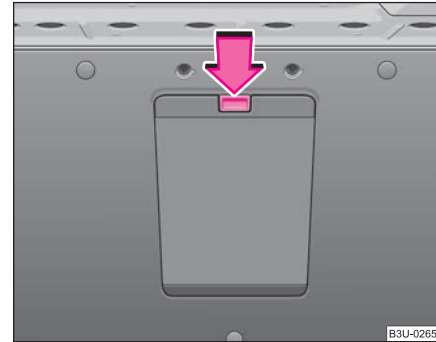

Fig. 73 Portbagajul: Capacul sacului de depozitare
- Apăsați tasta de deblocare a capacului sacului ⇒ pagina 87, fig. 73 din portbagaj, și deschideți capacul în jos.